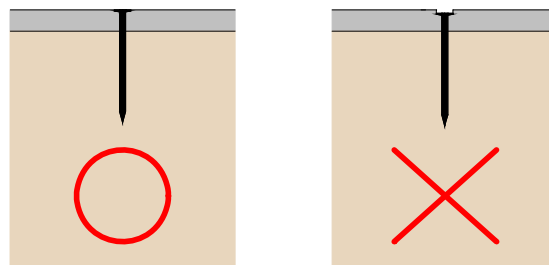

図3 くぎめり込み概略
- ・木材の節およびくぎが斜めに打ち込まれ下地から外れている場合、その近くにくぎを増し打ちしてください。（図3参照）